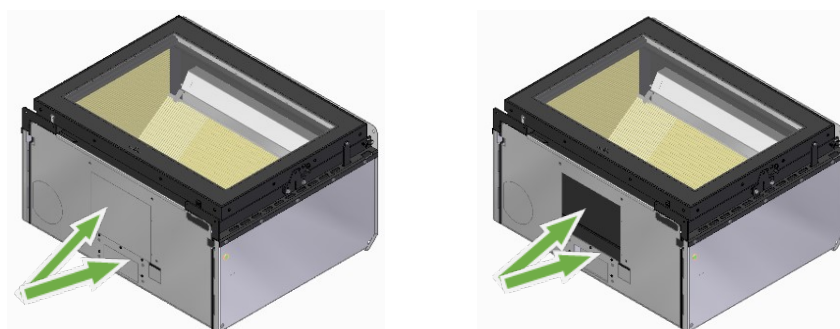

Figura 48 – Desmontaje del kit de ventilación
a. En estos modelos, el kit de ventilación se coloca debajo de la unidad. Para acoplar el kit de ventilación opcional, primero debe romper las microjuntas de la parte inferior con un martillo para poder acoplar el ventilador y los accesorios del kit de ventilación, véase la Figura 48